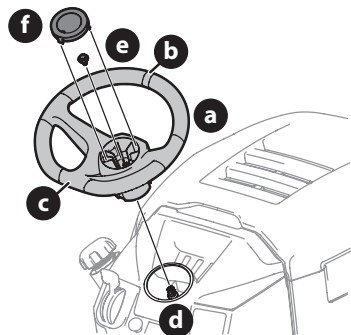

Figura 14
- Con las ruedas del tractor apuntando recto hacia adelante, alinee el volante (a) usando la línea central (b) de la parte delantera del volante (a) que apunta hacia adelante y la sección plana (c) del volante (a) orientada hacia el asiento, coloque el volante (a) sobre el árbol de la dirección (d) (Figura 14).
- Asegure el volante (a) con el perno hexagonal (e) desde debajo de la tapa del volante (f) y ajuste hasta 18-22 pies-libras (24-30 N-m) (Figura 14).
- Coloque la tapa del volante (f) sobre el centro del volante (a) y empuje hacia abajo hasta que haga clic al calzar en su lugar (Figura 14).
NOTA: el perno hexagonal (e) que asegura el volante (a) tiene sellador de rosca; de modo que si se lo extrae, se recomienda reemplazar el perno hexagonal (e) o volver a aplicarle sellador de rosca (Figura 14 en la página 47).